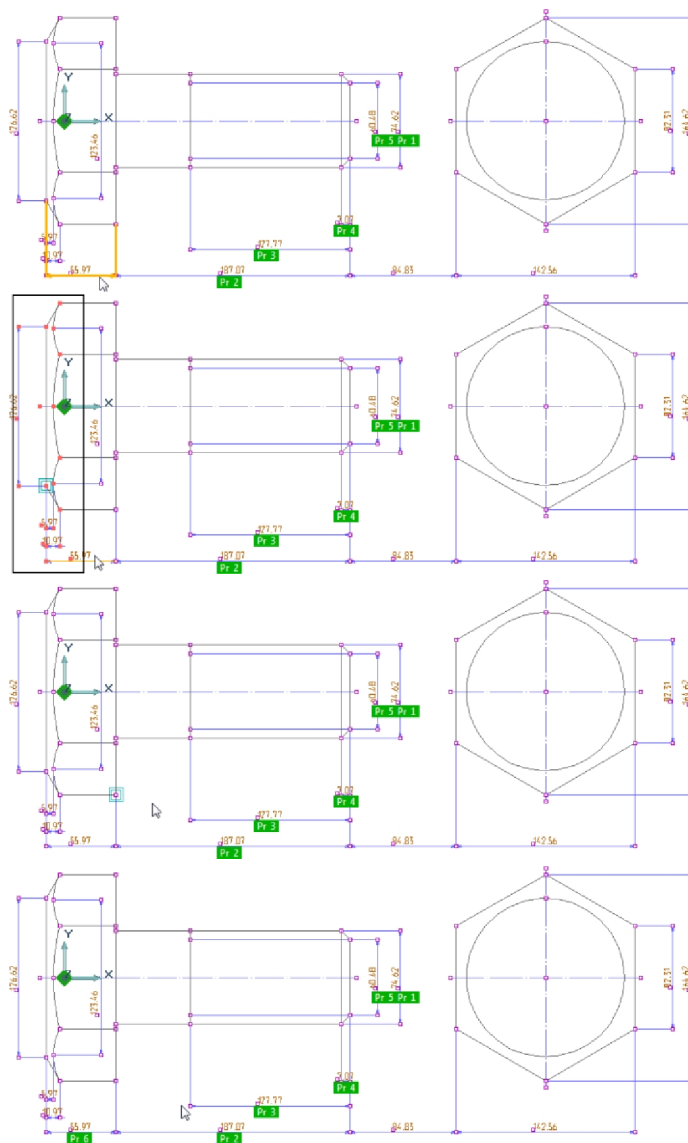

Рисунок 13. Создание ПРМ 6
- Шестым будет меняться размер, отвечающий за высоту головки болта. Схема назначения узлов показана на Рис. 13.